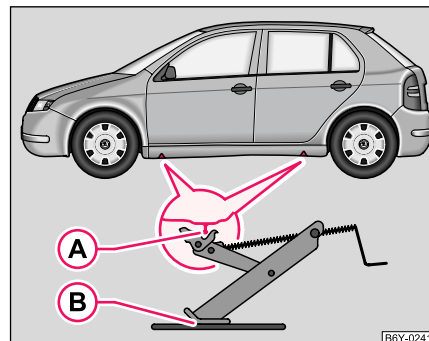

Fig. 145 Changement de roue: Points de prise du cric
- Positionnez le cric au point de prise - en bas du longeron - le plus près de la roue crevée ⇒ page 207, fig. 145.
- Installez le cric de sorte que la griffe prenne dans le profilé vertical du longeron (A) et que la surface inférieure d'appui du cric (B) soit sur un sol suffisamment solide pour toute sa portée.